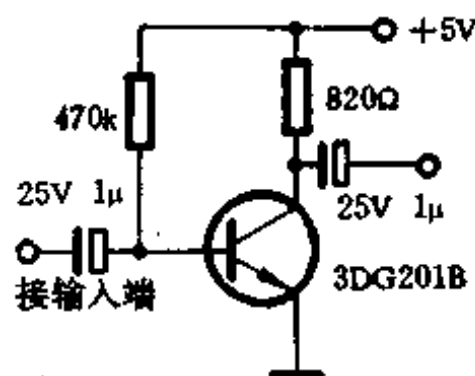

图 3-7
接通电源, 把电视机音量开至最大, 电视中仍无伴音信号出现。用镊子沿伴音线路有关焊点逐一碰触, 碰游戏卡插座脚, 有交流声; 碰 74HC368 的④脚无交流声, 碰其③脚有交流声, 故判断是该 IC 电路片损坏。因为其他控制正常, 只有伴音一路损坏, 不用更换 IC 电路, 采用外接放大电路, 电路如图 3-7 所示。接好后开机, 伴音恢复正常。